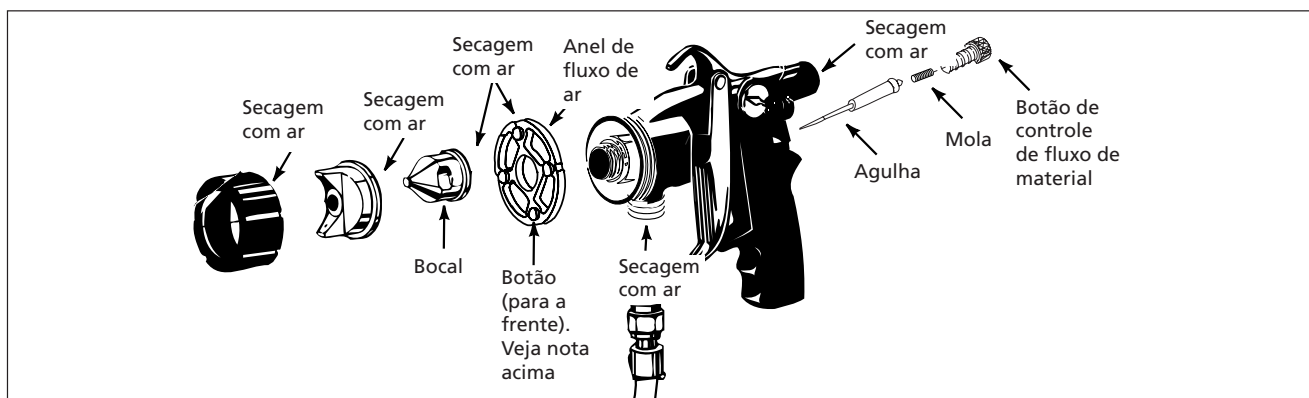

**Figura 17 - Limpeza do tubo de material**
4. Use a escova (saturada com solvente) entre as lavagens para limpar o tubo de material e o bocal (veja a Figura 17).